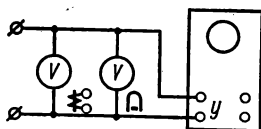

Рис. 2.48
1. Собрать цепь (рис. 2.48) для измерения переменного синусоидального напряжения и показать ее преподавателю для проверки.